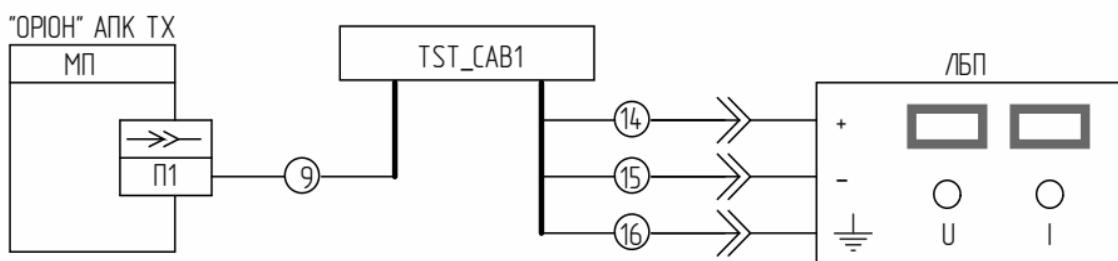

Рисунок 8.8.1 – Подключение ПРД к ЛБП
2) Подключить «ОРИОН» АПК ТХ к ЛБП с помощью тестового кабеля «TST\_CAB1» (см. рисунок 8.8.1);